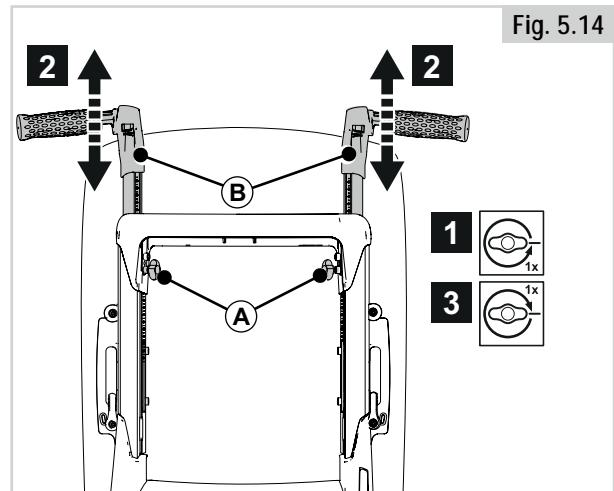

Fig. 5.14
5.9 Skubbehåndtagenes højde (Fig. 5.14)
- Løsn (A) ved at dreje én omgang.
- Lad skubbehåndtaget glide (B) indtil den ønskede position
- Spænd (A)